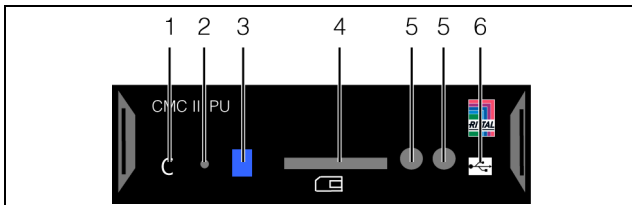
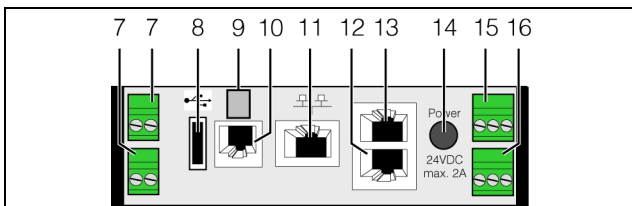

Abb. 10: Frontseite der CMC III PU
Abb. 11: Rückseite der CMC III PU
In der Front der CMC III PU ist eine Multi-LED zur Statusanzeige integriert (Abb. 10, Pos. 3). Des Weiteren sind auf der Rückseite am CAN-Bus-Anschluss (Abb. 11, Pos. 12 und 13) sowie an der Ethernet-Schnittstelle (Abb. 11, Pos. 11) weitere LEDs angeordnet.
- Schließen Sie das Gerät mit einem Netzkabel über die Ethernet-Schnittstelle an Ihren Computer an (Abb. 11, Pos. 10).
- Verbinden Sie die CMC III PU mit einem Netzkabel mit Ihrem Ethernet-LAN (Abb. 11, Pos. 10).